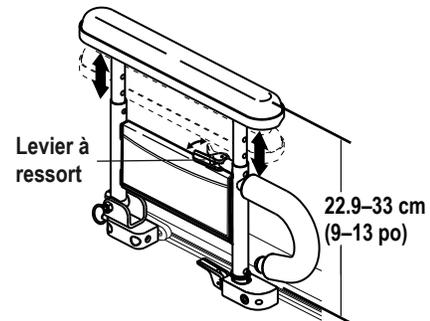

Figure 10. Réglage de la hauteur des accoudoirs à deux montants
1. Pousser le levier à ressort vers l'intérieur. **Voir la figure 10.**